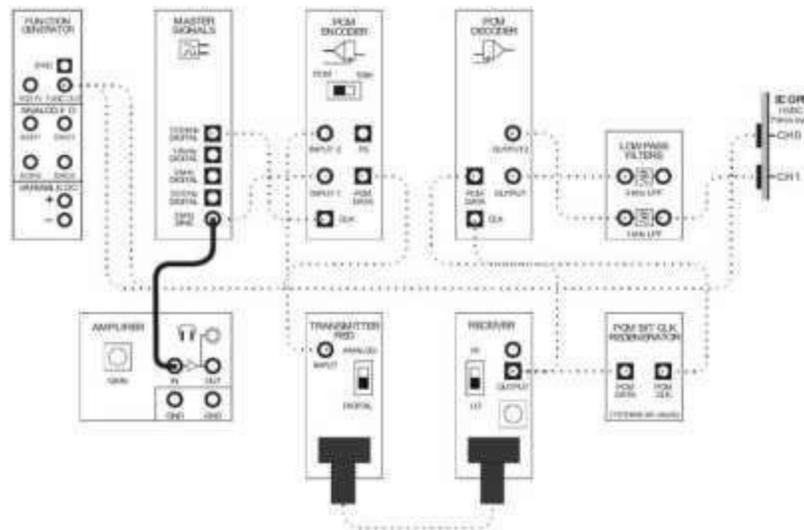

Figura 6
3. Para escuchar la calidad de los mensajes recuperados, conecte la salida 2kHz SINE (mensaje 1) a la entrada de modulo amplificador (Figura 6).